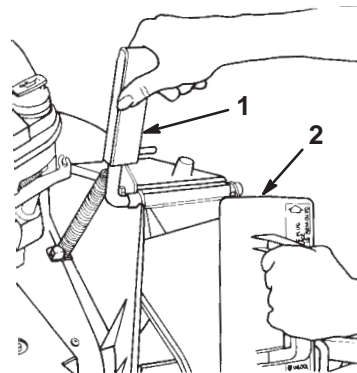

Figure 4
1. Ouvrez le volet d'éjection en tirant sur la poignée pour reculer le volet (Fig. 4). Maintenez la poignée en position d'ouverture pour empêcher le ressort de refermer le volet pendant l'insertion de l'obturateur.
2. L'obturateur étant légèrement plus large que l'ouverture de l'éjecteur, tournez-le légèrement dans le sens horaire lors de l'insertion (Fig. 4).